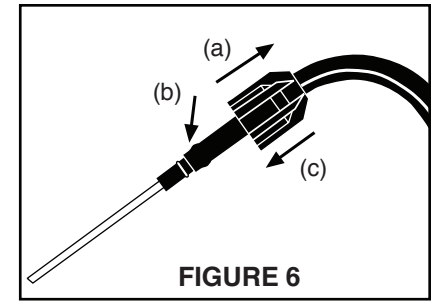

FIGURE 6
- Étape 2. Tuyau au réservoir (figure 6).